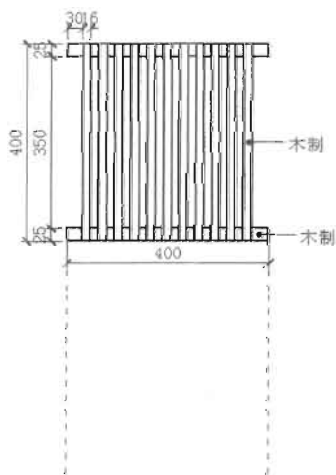

图 4-177
(1) 捕捉平面图中凳子两侧的端点向下绘制两条辅助线, 确定凳子立面图的宽度, 如图 4-177 所示。